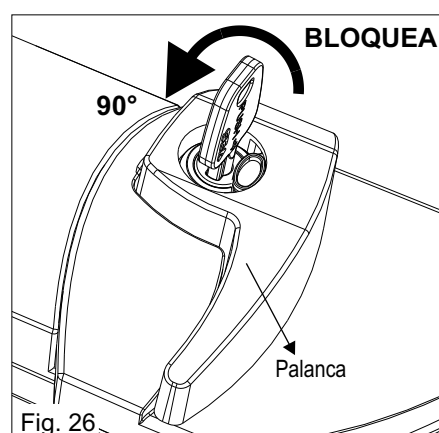

Fig. 26
- 1) Rodear la palanca en sentido horario y al final rodear la llave de 90° en sentido anti-horario (fig.26);